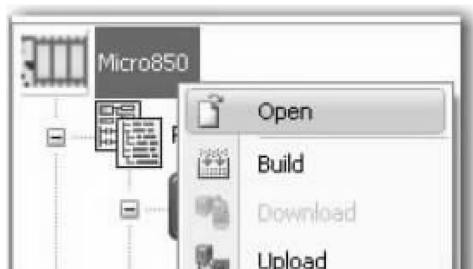

图 3-6 打开 Micro850 控制器
1) 在工程管理器窗口中，右击 Micro850 并且单击 Open，如图 3-6 所示。